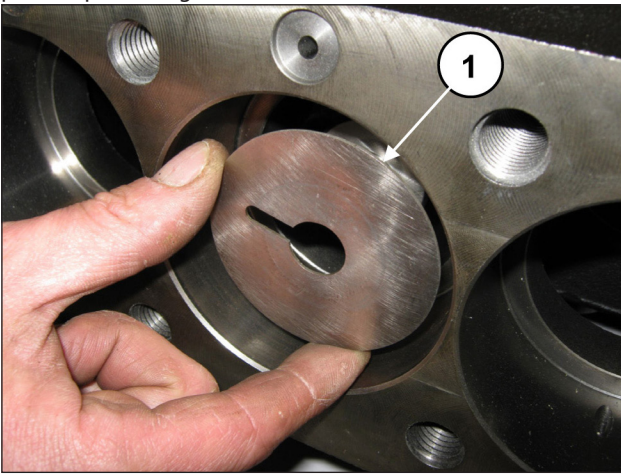

Fig. 171
Puxe os anéis de proteção contra respingos das guias dos pistões (pos. ①, Fig. 171).